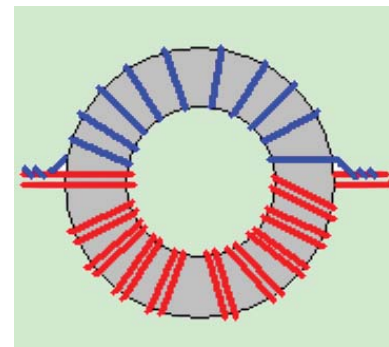

Bild 3: Balun nach Ruthroff
**Bild 3** zeigt das Schema. Zusätzlich zu den zehn Windungen der Zweidrahtleitung (Balun nach Gerth) wird eine so genannte „Magnetisierungswicklung“ aufgebracht. Kernmaterial ist Ferrit.